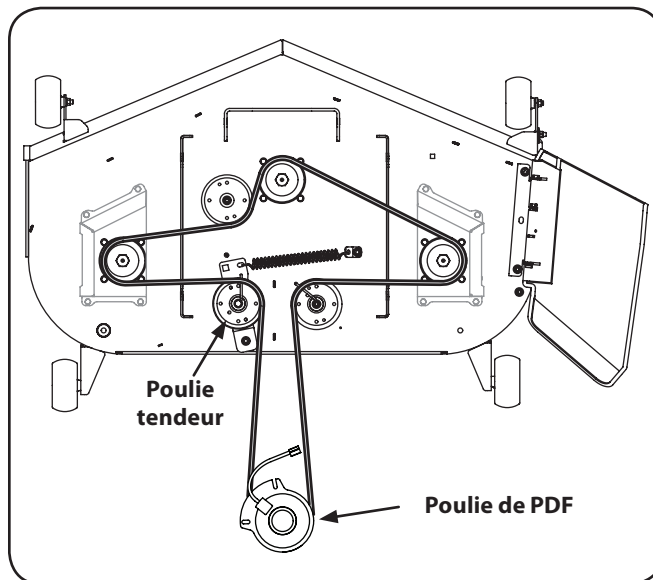

Figure 7-8
6. Installez la courroie comme le montre la figure 7-8. Après avoir installé la courroie de la poulie de la PDF, insérez un carré d'entraînement de 1/2 po dans le support de poulie tendeur et tournez vers l'arrière du tracteur pour finir d'installer la courroie autour de la poulie tendeur.
4. Installez la nouvelle courroie autour des poulies de fusée, comme le montre la figure 7-8 et reposez les couvre-courroies.